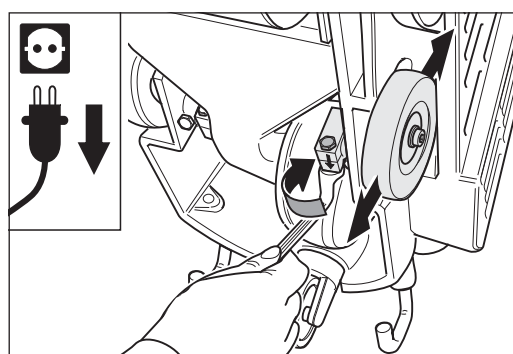

Abb. 85 Die Schraube an der rechten Radklemmung (von unten betrachtet) lösen.
- 7 Lösen Sie die Klemmschraube an der Radklemmung des einstellbaren Rads (Abb. 85) und legen Sie die Einstellvorrichtung nochmals an das Maschinengehäuse an.